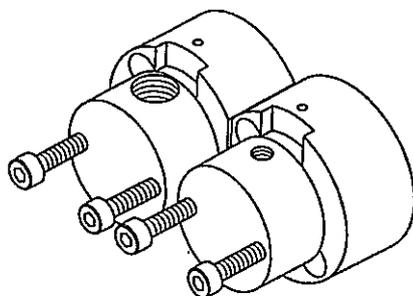

図9-2 ヘッド固定ネジの取り外し
(3)(3-1)ポンプヘッドを固定しているネジ4本を取り外します。(図9.2)